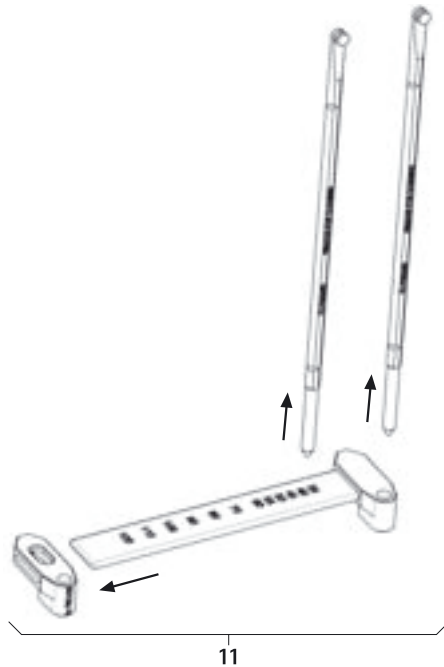

Afb. 9
- Schroef de spanmoer C op de binnenhuls, zie Afb. 9.